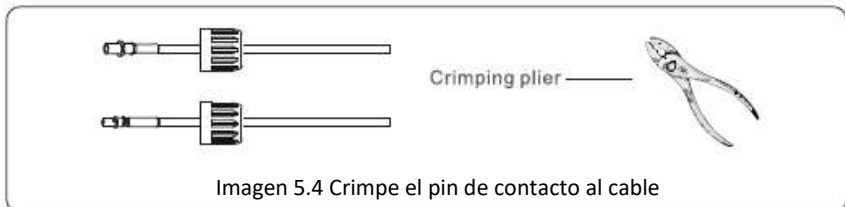

Imagen 5.4 Crimpe el pin de contacto al cable
2. Crimpe los terminales de metal con una crimpadora como se muestra en la imagen 5.4